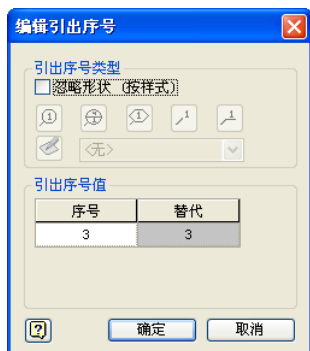

图 5-56 “编辑引出序号”对话框
(1) 选择【编辑引出序号】选项，则打开【编辑引出序号】对话框，如图 5-56 所示，可以编辑引出符号的形状、符号等。